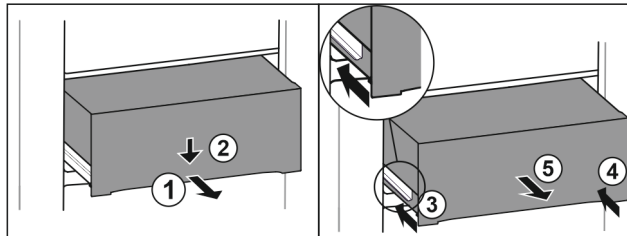

Fig. 85
- ▶ 将抽屉拉出一半。 Fig. 85 (1)
- ▶ 朝下按压正面的抽屉。 Fig. 85 (2)
- ▶ 将左侧轨道推入大约 2 cm。 Fig. 85 (3)
- ▶ 将右侧轨道推入大约 2 cm。 Fig. 85 (4)
- ▶ 朝前取出抽屉。 Fig. 85 (5)